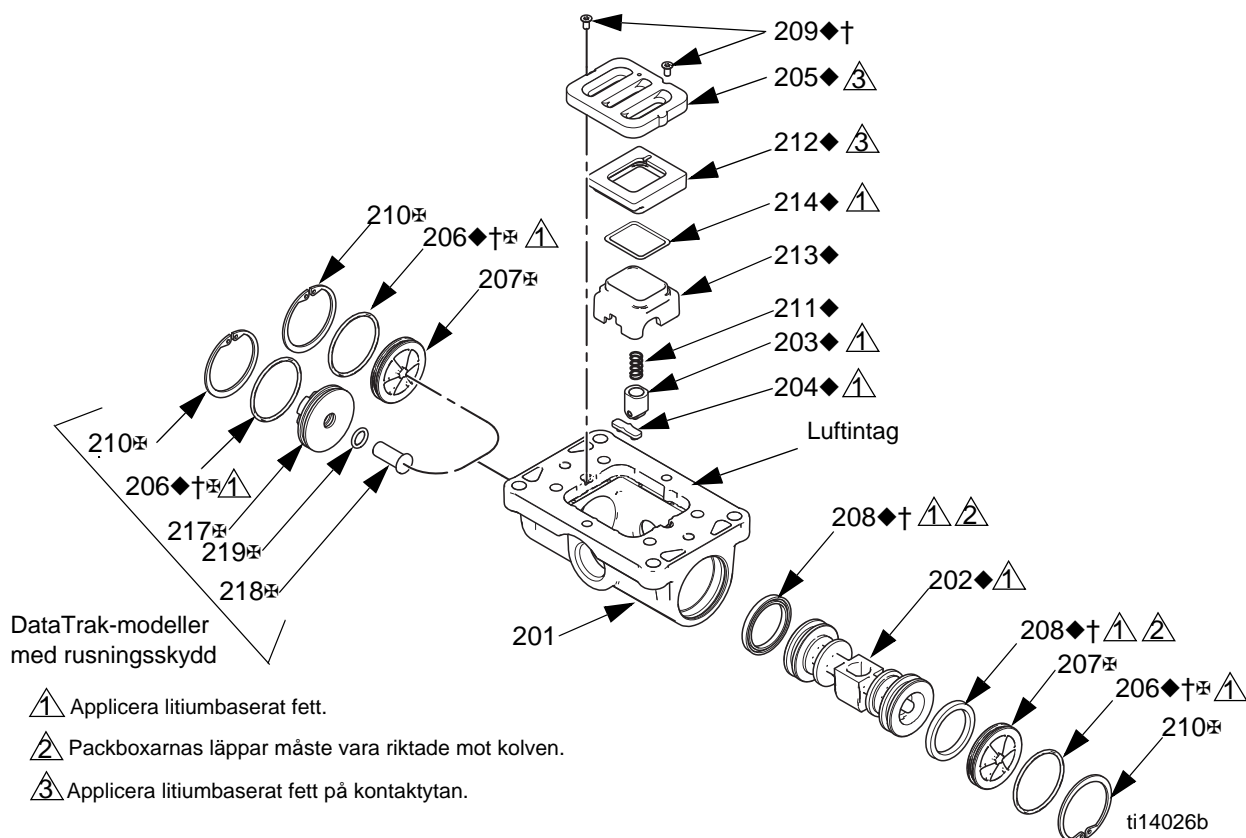

Fig. 4. Montering av luftventil
2. Se FIG. 4. Använd en torx-mejsel (T8 för mittsektioner av aluminium, T9 för mittsektioner av plast) för att ta bort två skruvar (209). Ta bort ventilplatta (205), koppenhet (212–214), fjäder (211), och hållarenhet (203).
3. Dra av koppen (213) från basen (212). Ta bort o-ring (214) från koppen.
4. Se FIG. 4. Ta bort hållarringen (210) från luftventilens båda ändar. Använd kolven (202) och tryck ut ändlocken (207, 217) från ändarna. Ta bort ändlockens o-ringar (206). Om pumpmodellen har rusningsskyddssolenoid, ska solenoidens utlösningssknapp (218) och o-ring (219) också tas bort.
5. Ta bort packboxtätningarna (208) från vardera änden av kolven (202) och ta sedan bort kolven. Ta bort hållarkammen (204) från luftventilshuset (201).